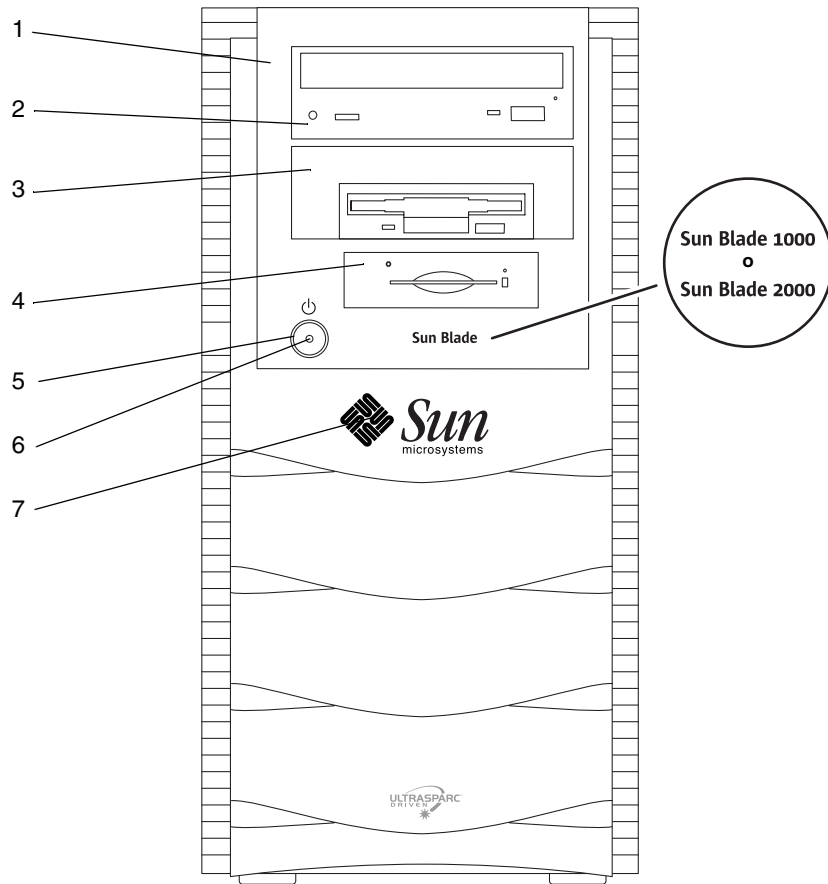

FIGURA 2 Descripción general del panel frontal
La lista numerada que se muestra a continuación se corresponde con la leyenda numérica de la FIGURA 2.
2. **Presione el interruptor de encendido situado en el panel frontal y suéltelo** (consulte la FIGURA 2).